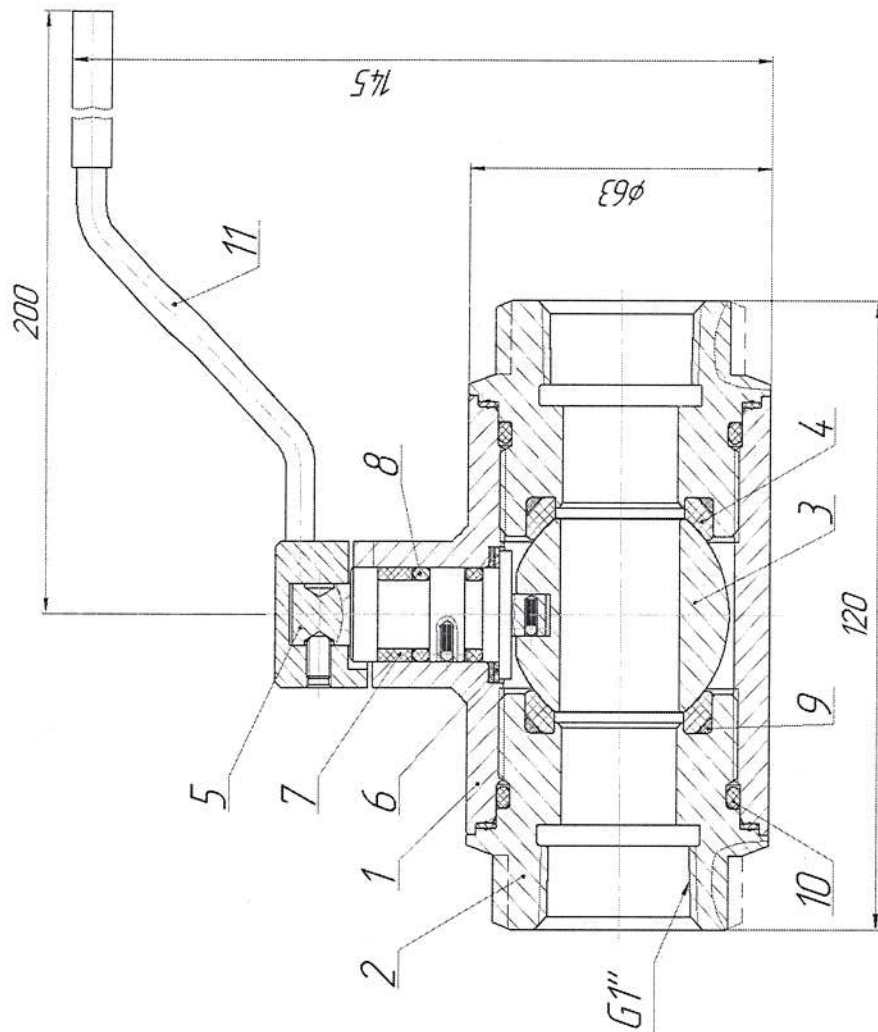

Рисунок 1 – Кран шаровой муфтовый DN25 PN20 с ручным приводом
2.12. Устройство крана и материалы основных деталей (Рисунок 1):